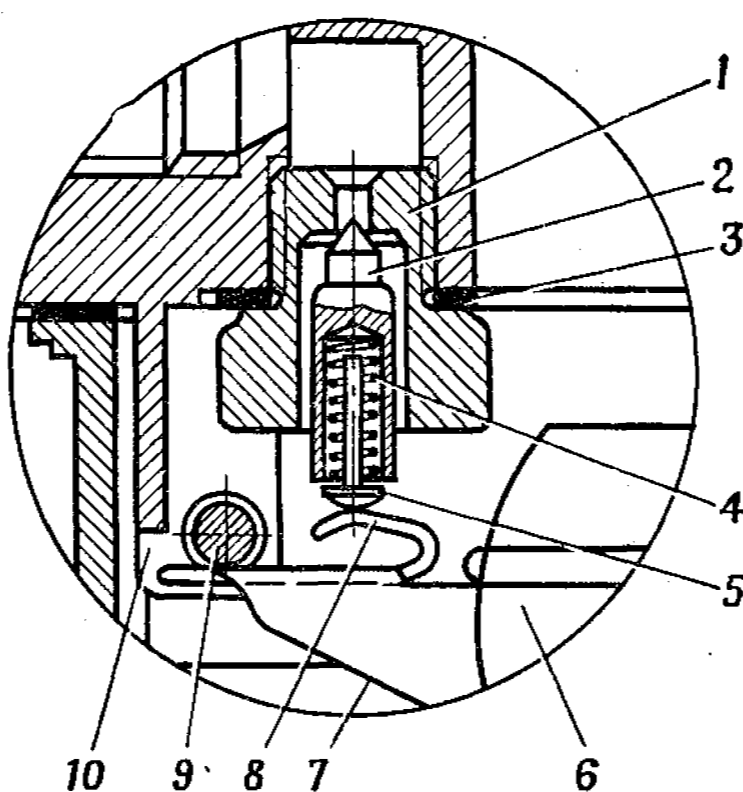

Рис. 63. Клапан подачи топлива в сборе:
4. Вынуть ось 9 (рис. 63) из стоек 10 верхнего корпуса и петли рычага 7, снять поплавков 6, стержень 5, пружину 4 и клапан 2	Плоскогубцы 150